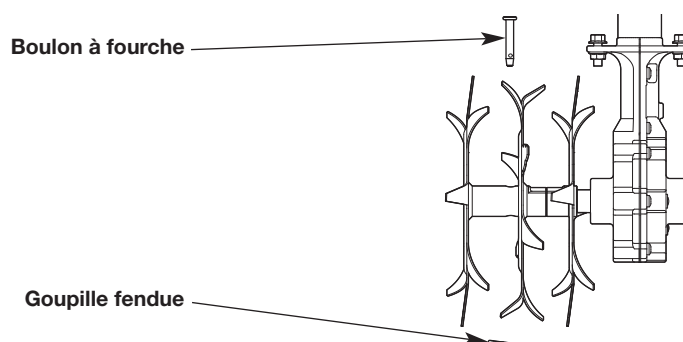

Fig. 11
- Enlevez la goupille fendue du boulon à fourche (Fig. 11). Retirer le boulon à fourche de la double dent et de l'arbre des dents.
3. Insérez un boulon à fourche à travers les orifices alignés (Fig. 11). Insérez une goupille fendue dans le boulon à fourche.